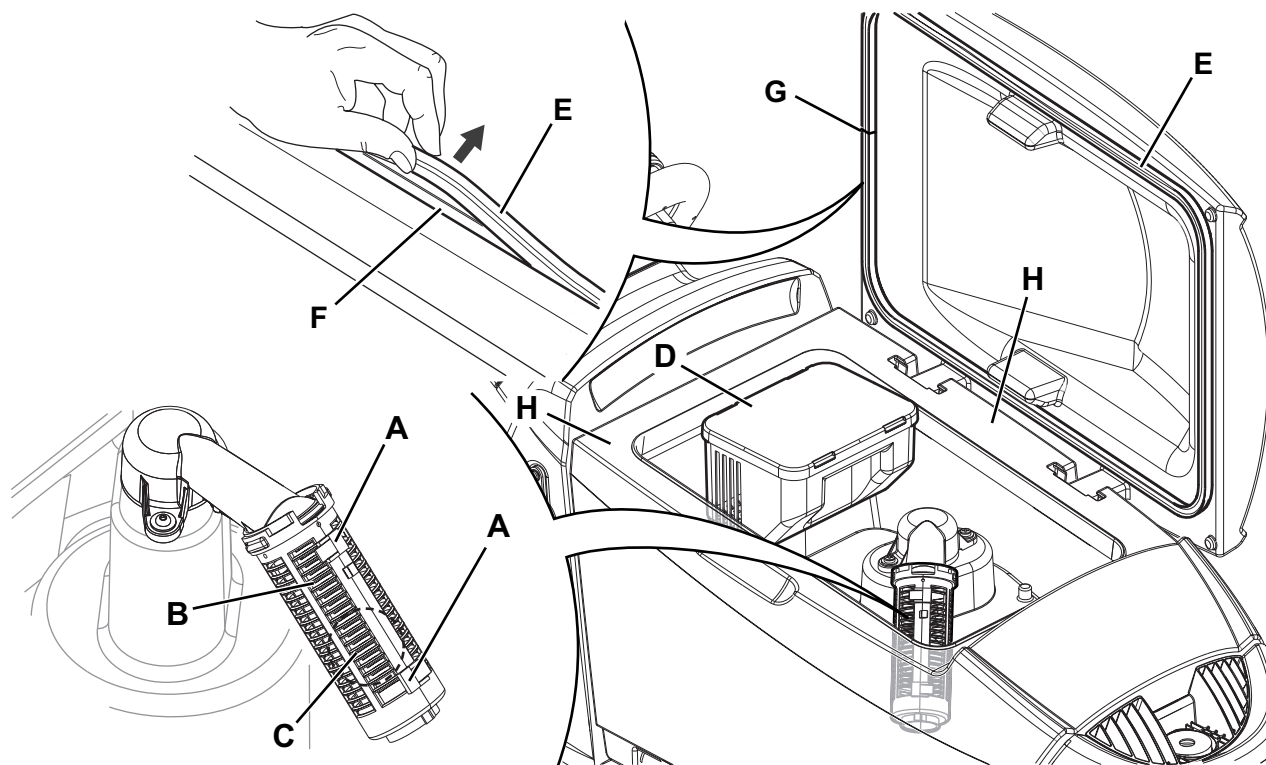

Figure 13
2. S'assurer que la machine est éteinte avec la clé opérateur (51) retirée.
3. Ouvrir le couvercle (34).
4. Nettoyer et laver avec de l'eau propre l'intérieur du réservoir (33) et du couvercle.
5. Vider l'eau du réservoir avec le tuyau (12).
6. Nettoyer la grille d'aspiration (31), dégager les dispositifs de retenue (A, Fig. 13), ouvrir la grille (B), récupérer le flotteur (C) et nettoyer soigneusement ; enfin reposer en place.
7. Démontez le bac de récupération des débris (D) et ouvrez son couvercle, puis nettoyez soigneusement et ré-installez le tuyau d'aspiration.
8. Contrôler l'intégrité du joint d'étanchéité (E) du couvercle du réservoir.